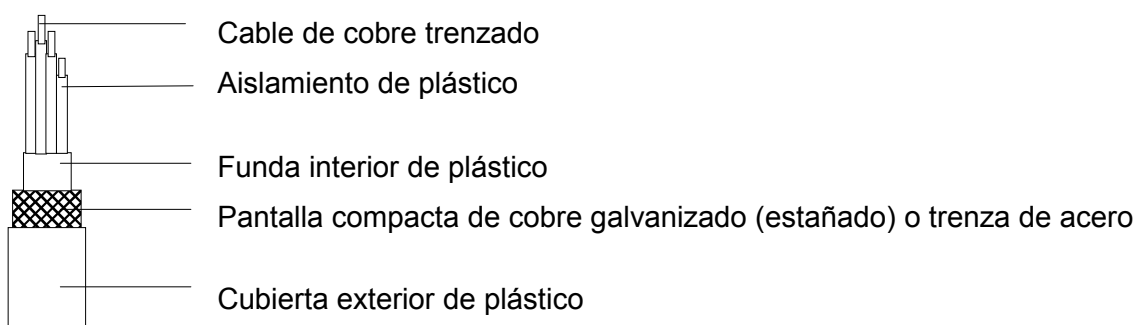

Figura A-1: Especificación para el cable apantallado
- Los cables entre la salida del variador/armario y el motor de 4 conductores han de ser apantallados como se especifica en la Figura A-1 (tres fases y conductor de tierra verde/amarillo).